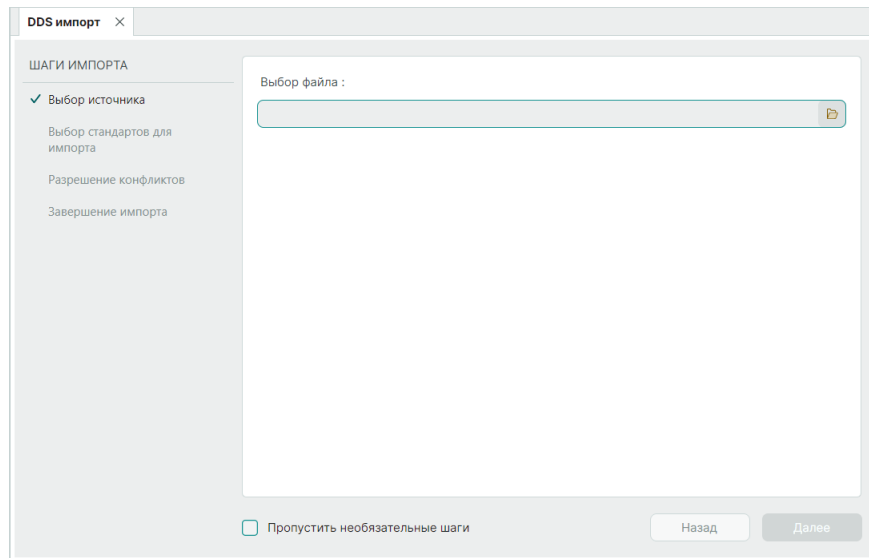

Рис. 14 Переход к выбору файла
2. На следующем этапе выберите файл, нажав символ , см. Рис. 14.